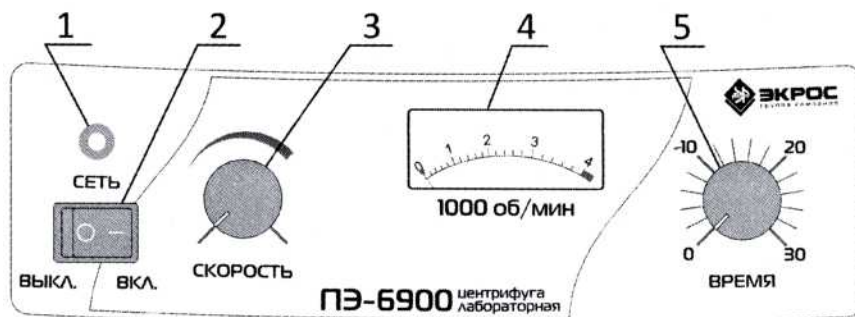

Рисунок 3 - Панель управления
6.3. На панели управления центрифуги (Рисунок 3) расположены следующие элементы управления и индикации:
- 7.4. Убедиться, что сетевой выключатель 2 (Рисунок 3) находится в положении «выключено» (о) и присоединить кабель питания к соответствующему разъёму на задней стенке устройства.